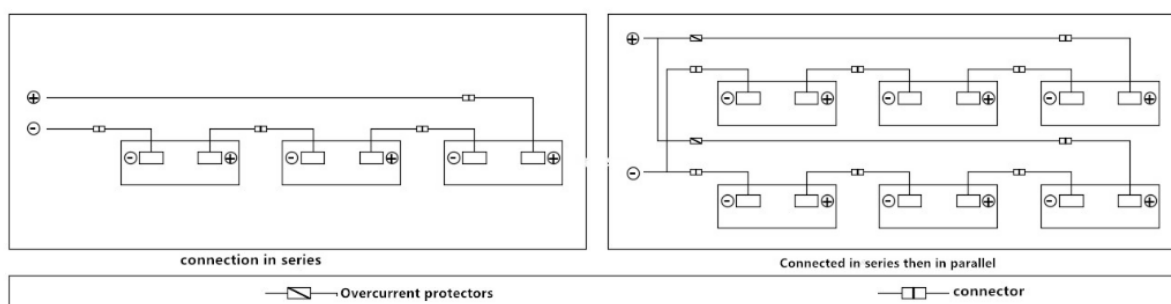

FIGURE 44
- Lorsque les produits Galaxy Plus sont connectés en série, la tension totale est la somme des tensions de chaque produit Galaxy Plus de la chaîne, et lorsque les produits Galaxy Plus sont connectés en parallèle, le courant final est la somme des courants de chaque chaîne de produits Galaxy Plus, comme le montre la figure 44. Les produits Galaxy Plus de modèles de performance électrique différents ne doivent pas être connectés dans une même chaîne.
Si le nombre de connexions en parallèle est supérieur ou égal à 2 chaînes, un dispositif de protection contre les surintensités doit être installé sur chaque chaîne de produits, comme illustré à la figure 44.